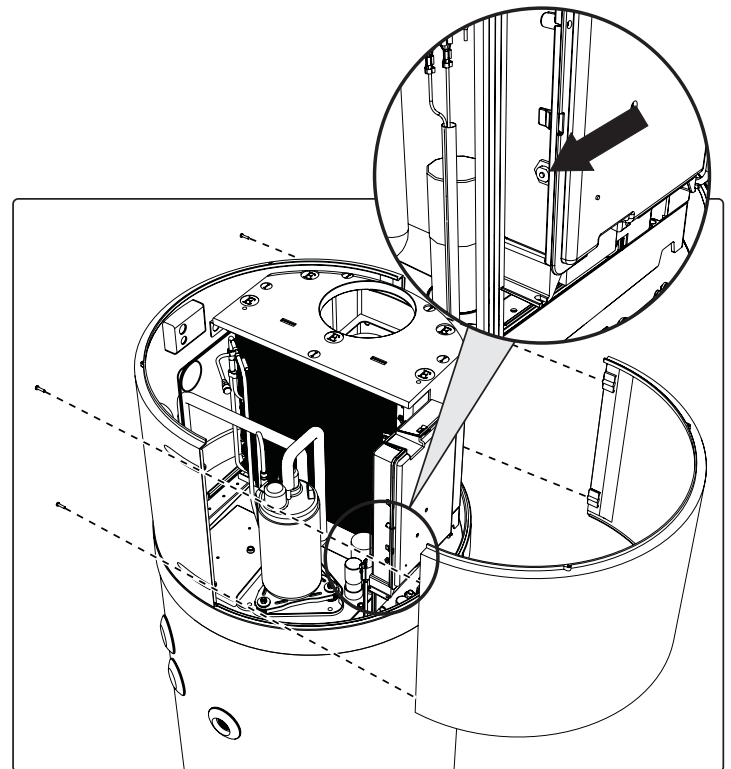

fig. 44 - Retrait du panneau avant
- Retirez le panneau avant et réinitialisez manuellement le thermostat de sécurité déclenché (fig. 44). En cas d'intervention, la broche centrale du thermostat dépasse d'environ 2 mm.